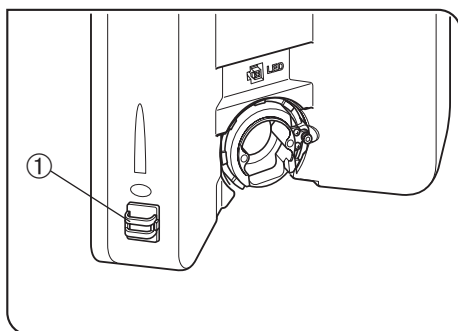

Рис. 44
(Рис. 44)
Установка адаптера U-LS30ADP LS30 (рис. 44)
4. Пропустите кабель лампы через держатель кабеля ① (рис. 44).